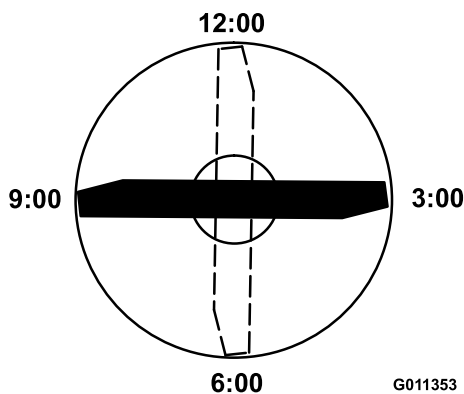

Рисунок 104
прямо по направлению скашивания) (Рисунок 104) и измерьте высоту от стола до режущей кромки ножа.
5. Поверните отмеченный конец ножа в положения «3 часа» и «9 часов» (Рисунок 104) и измерьте значения высоты.